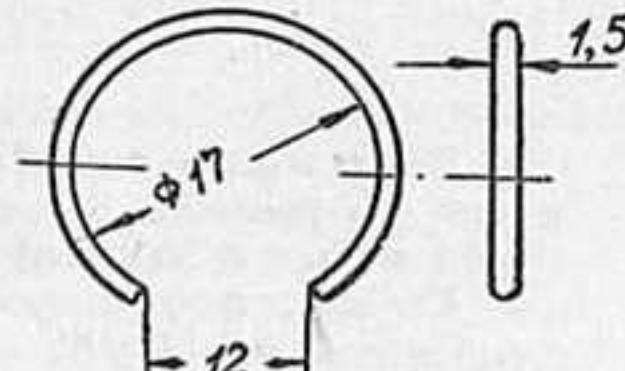

Рис. 40, дет. 5сб-4
**Стопорных колец (5сб-4)** (рис. 40) — 2шт., изготавляемых из стальной проволоки  $(\varnothing) = 1,5$  мм.